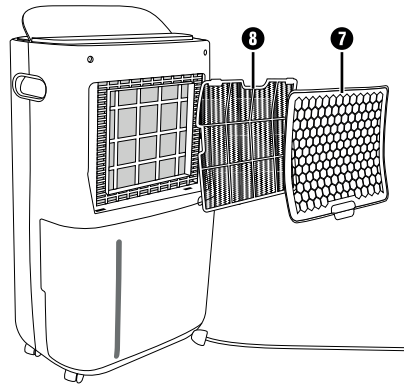

Abb. 6
- ◆ Der Einbau erfolgt in umgekehrter Reihenfolge (siehe Abbildung 6). Schieben Sie den Luftfilter **8** erst unter die beiden oberen Haltenasen des Lufteinlassgitters **7** und dann unter die unteren Haltenasen.